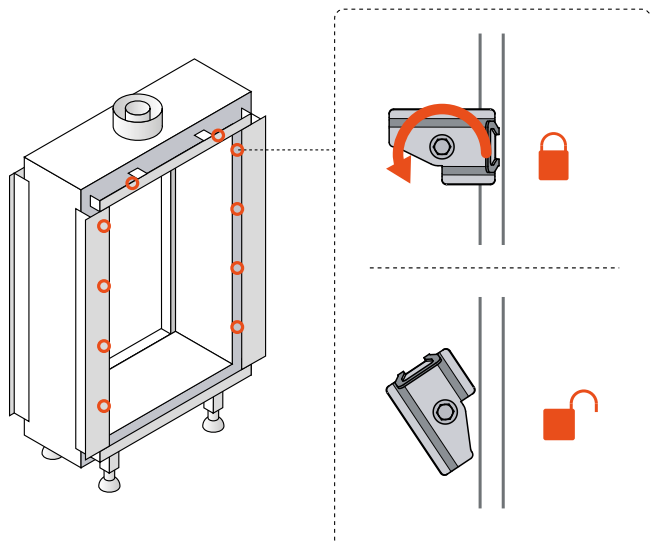
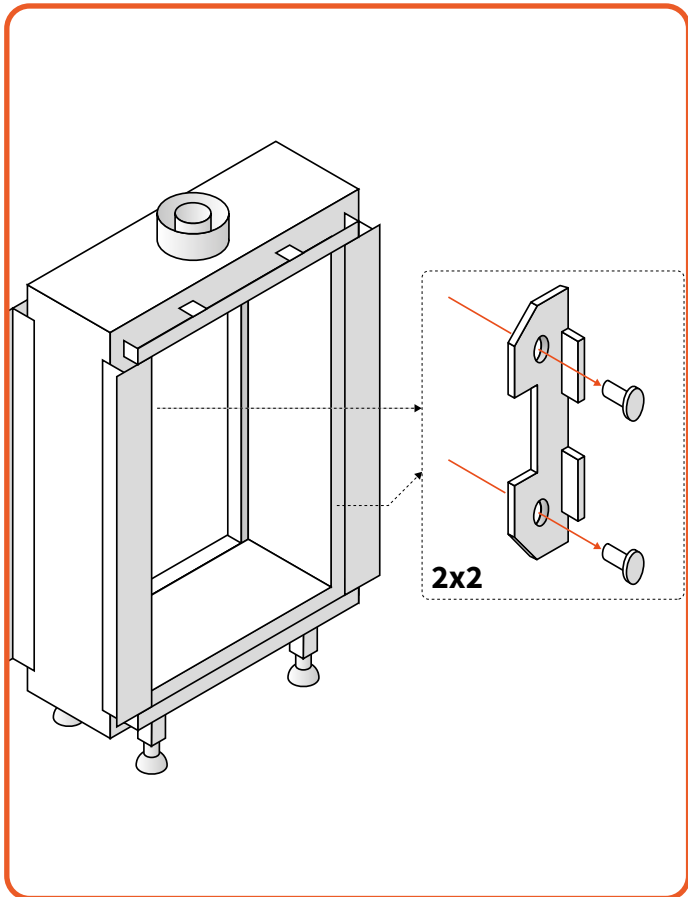

Figure 9.8 | Draai de glasbeugels om het glas los te maken
Figure 9.10 | Verwijder glasbeugels
- Bepaal welk type glasklemmen wordt gebruikt: schroefklemmen – ga verder naar afbeelding 9.10, of veerklemmen – ga verder naar afbeelding 9.8
Als er glasklemmen met schroeven worden gebruikt, ga dan verder met afbeelding 9.10
Als er veerbelaste glasklemmen worden gebruikt, ga dan verder naar afbeelding 9.8